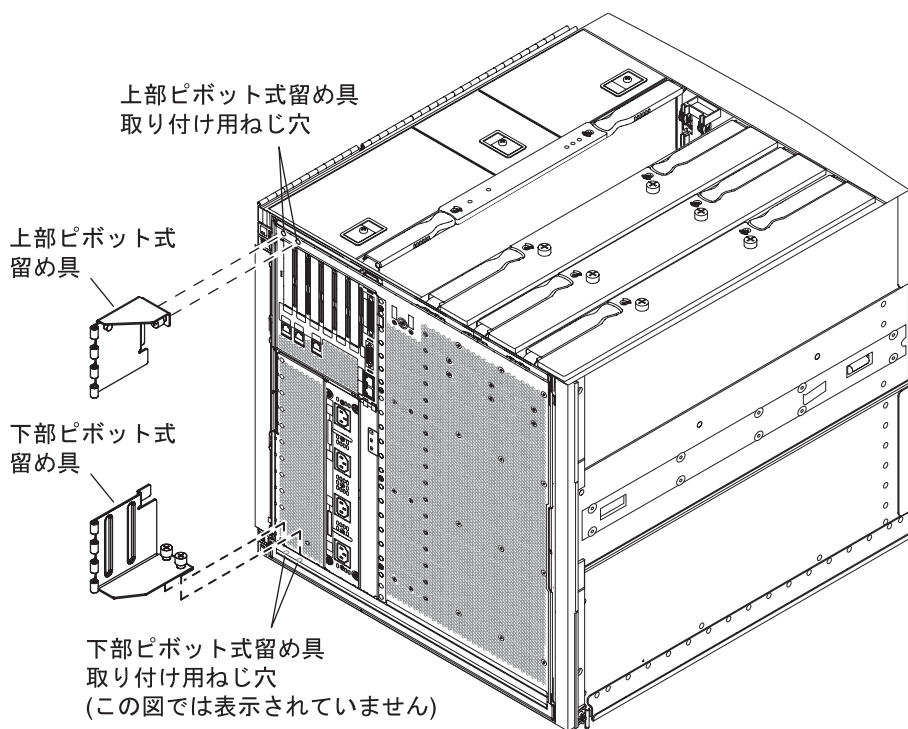
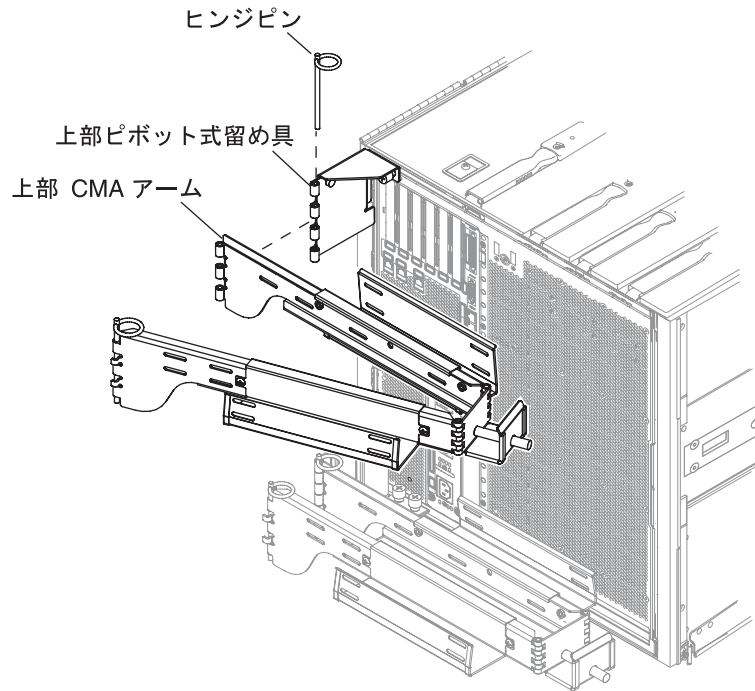
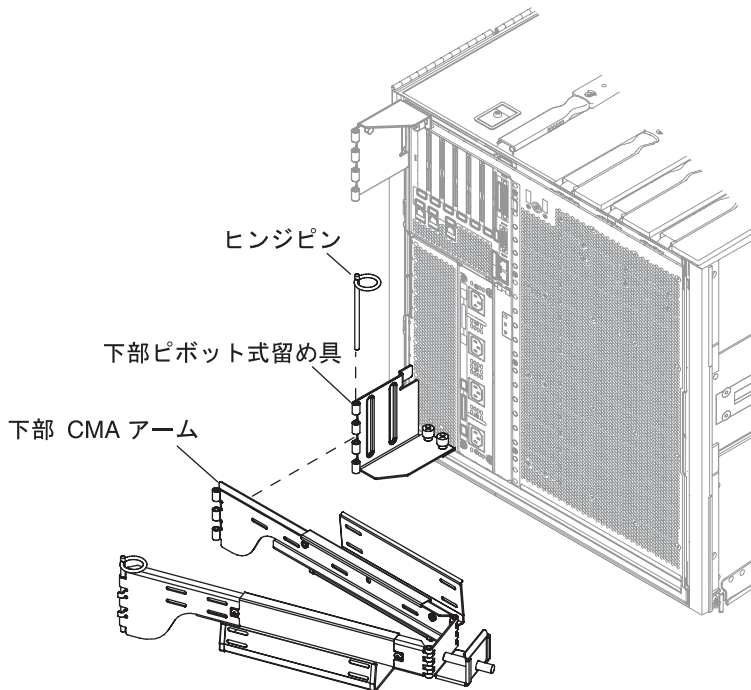

図 1-18 上部および下部のピボット式留め具の取り付け用ねじ穴
図 1-19 上部の CMA アームおよびピボット式留め具の取り付け
図 1-20 下部の CMA アームおよびピボット式留め具の取り付け
3. 2本の脱落防止機構付きねじを使用して、ピボット式留め具をシステムシャーシの左上に固定します。詳細は、図 1-18 および図 1-19 を参照してください。
5. 2本の脱落防止機構付きねじを使用して、ピボット式留め具をシステムシャーシの左下に固定します。詳細は、図 1-18 および図 1-20 を参照してください。